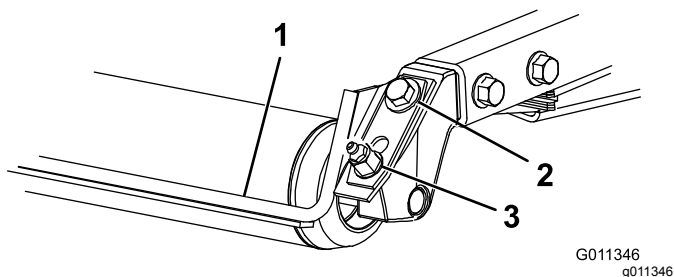

Figura 7
1. Desaperte o bocal de lubrificação e o parafuso de fixação (Figura 7).